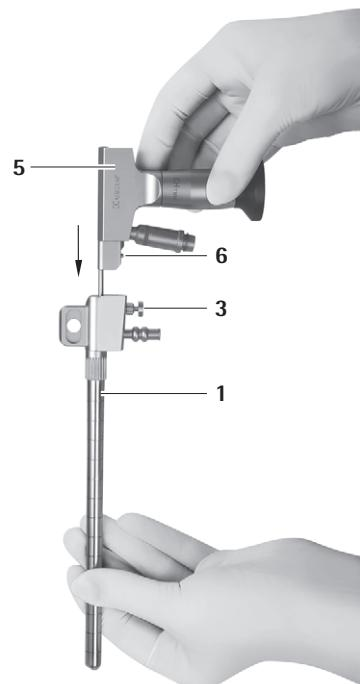

Abb. 2
- Endoskop **5** im MINOP InVent-Trokar **1** verriegeln, siehe Abb. 2.